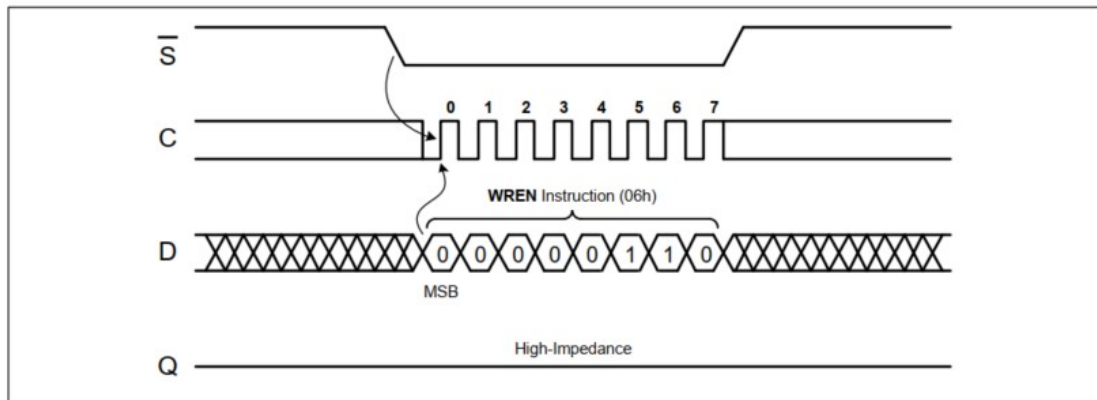

图 4-2 写启用
为了向设备发送 WREN 指令，芯片选择首先被驱动为低电平，指令字节 (06h) 的位在串行数据输入 (D) 上被移入（见图 4-2）。然后，设备进入等待状态。它等待设备被取消选择，芯片选择被驱动高。